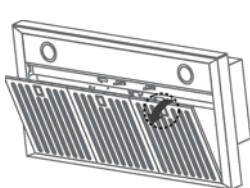

fig. 17
2. Para instalar el nuevo filtro de carbón retire las rejillas de acero (fig. 17)